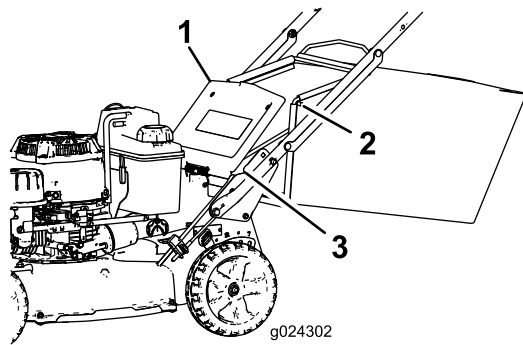

Figura 19
2. Erga e segure a porta traseira (Figura 19).
4. Instale as extremidades da barra do saco nas ranhuras na base da pega e abane o saco para a frente e para trás para assegurar que as extremidades estão encaixadas na parte inferior de ambas as ranhuras (Figura 19).
3. Retire a barra do saco de relva das ranhuras na base da pega (Figura 19).